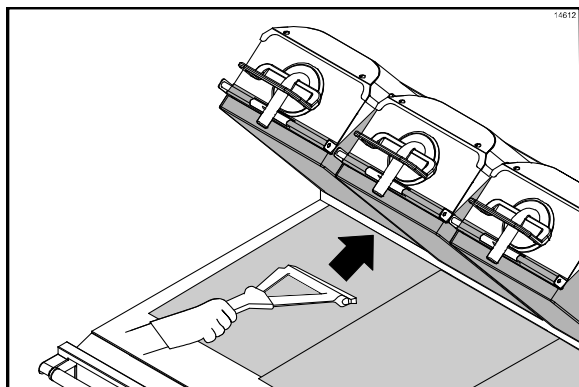

图 28
1. 用橡皮刮板从前向后刮挤下煎板铁弗龙不粘膜。（请见图 28）